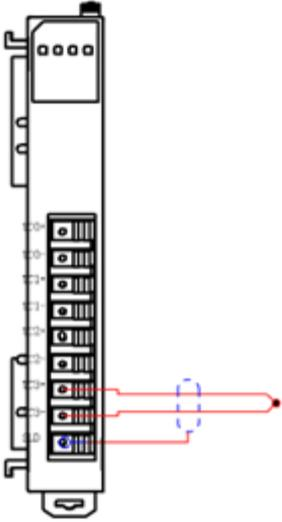

Рисунок 4-19. Схема подключения модуля SM465413
- На рис. 4-19 показана схема подключения модуля SM465413.